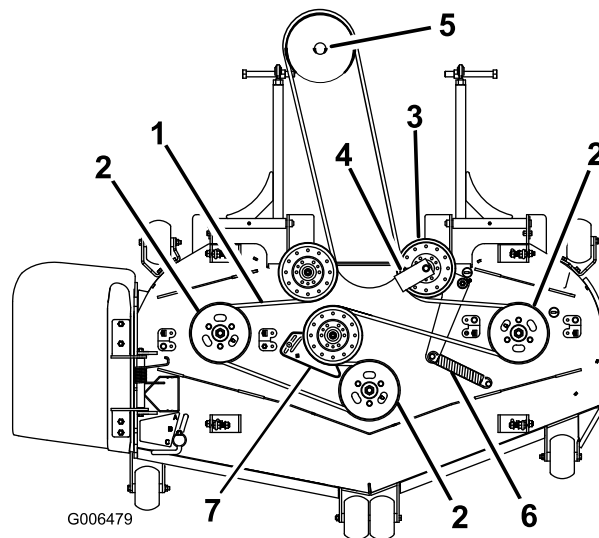
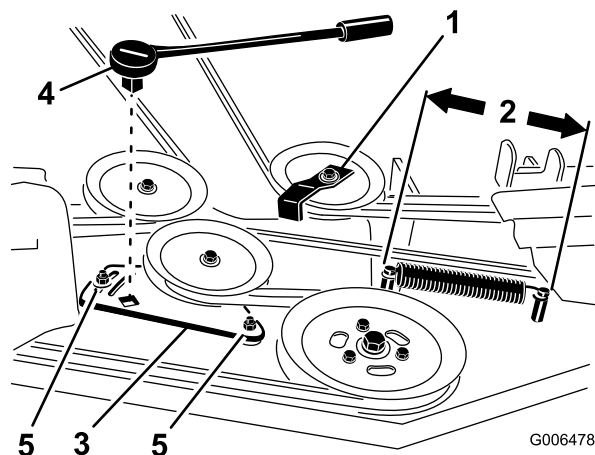

Figura 72
Figura 74
4. Para cortacéspedes de 183 cm (72"), afloje los pernos que sujetan la chapa de la polea tensora (Figura 74).
6. Retire la guía de la correa de la polea tensora tensada con muelle según se muestra en Figura 72 y Figura 74.
8. Pase la correa nueva alrededor de las poleas del cortacésped y de la polea de la caja de engranajes, debajo del motor (Figura 72).
9. Instale la guía de la correa en la polea tensora tensada con muelle con un ángulo de 45 grados, como se muestra en Figura 72 y Figura 74. Apriete el perno a 37–45 N·m (27–33 pies-libra).
10. Instale el muelle tensor en los dos postes (Figura 72 y Figura 74).
4. Mida la longitud del muelle (Figura 74). Si la longitud del muelle es de 25.4 a 26 cm (10" a 10¼") entre los postes, no se necesita ningún ajuste.
5. Afloje los pernos que sujetan la chapa de la polea tensora (Figura 74).
6. Introduzca una llave de carraca en el taladro cuadrado de la chapa de la polea tensora del cortacésped para ajustar la tensión (Figura 74).
7. Gire la llave de carraca para desplazar la chapa de la polea tensora hasta obtener una distancia de 25.4 a 26.0 cm (10" a 10¼") entre los postes, según se muestra en Figura 74.
8. Manteniendo la tensión de la correa y la longitud del muelle, apriete los pernos que fijan la chapa de la polea tensora (Figura 74).